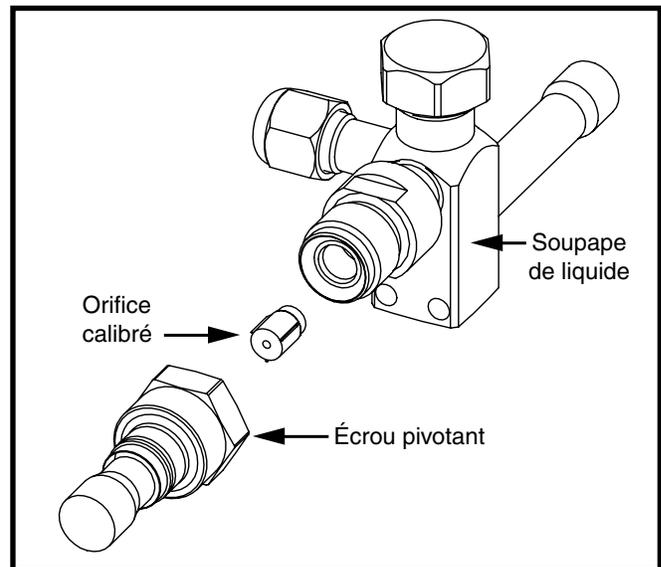

Figure 2. Soupape de liquide, orifice calibre et écrou pivotant
Si l'appareil extérieur est pourvu de la soupape de liquide montrée à la Figure 2, l'orifice calibre est situé à l'intérieur de l'écrou pivotant de la soupape de liquide et non pas à l'intérieur du distributeur de l'appareil extérieur. Effectuez les étapes 1 à 5 si l'orifice calibre extérieur doit être changé.
4. Insérez le nouvel orifice dans le corps de la soupape, bout arrondi vers l'intérieur de la soupape. Consultez la Figure 2 (page 4).